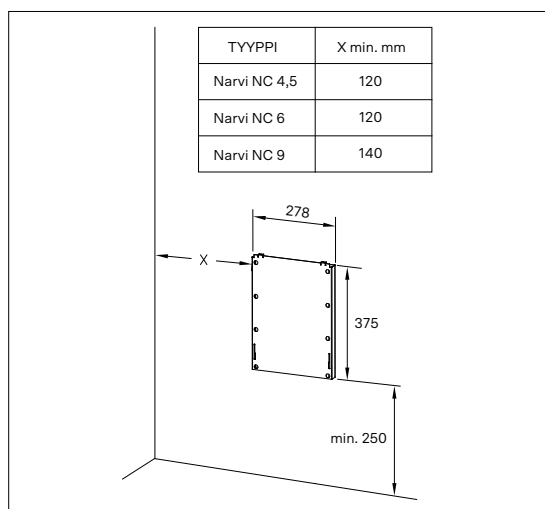

Abbildung 6.9-1. Installation der Wandmontageplatte
- Befestigen Sie die Montageplatte mit den mitgelieferten Schrauben gemäß Abbildung 6.9-1 an der Wand.